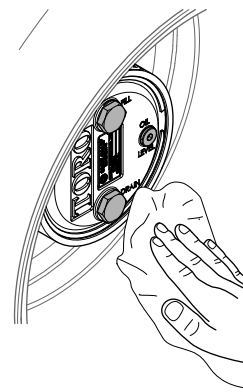

Figura 95
- Pulite l'alloggiamento degli ingranaggi planetari e la scatola del freno (Figura 95).